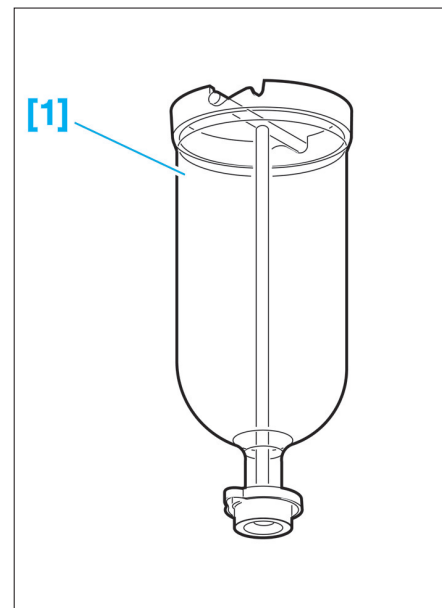

Fig. 20
- [1]. Cylindre de charge (réf : 4520-T) (Fig.20).